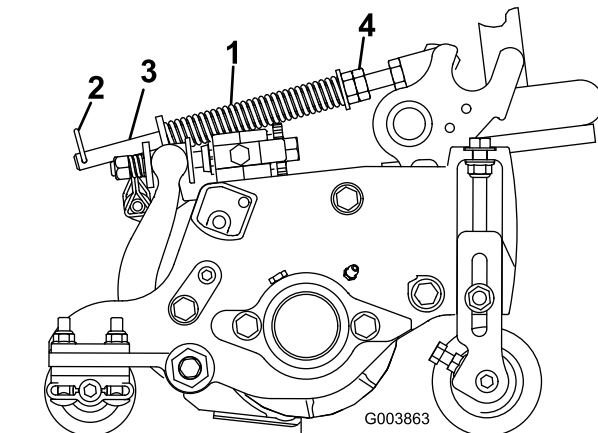

Bild 90
Die Rasenkompensierungsfeder verlagert das Gewicht von der Front- zur Heckrolle (Bild 90). Dies reduziert ein Bobbing genanntes Wellenmuster auf der Grünfläche.
1. Stellen Sie sicher, dass der Splint in das hintere Loch in der Federstange eingesetzt ist (Bild 90).
2. Ziehen Sie die Sechskanmmuttern vorne an der Federstange an, bis die zusammengedrückte Länge der Feder an 12,7-cm-Mähwerken 12,7 cm oder an 17,8-cm-Mähwerken 15,9 cm beträgt (Bild 90).